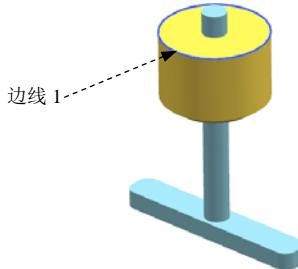

图 6.1.2 定义运动副
Step7. 定义连杆 2 中的滑动副。选择下拉菜单  →  命令，系统弹出“运动副”对话框；在“运动副”对话框 **定义** 选项卡的 **类型** 下拉列表中选择  **滑动副** 选项；在模型中选取图 6.1.2 所示的边线 1 为参考，系统自动选择连杆、原点及矢量方向；单击  按钮，完成滑动副的定义。